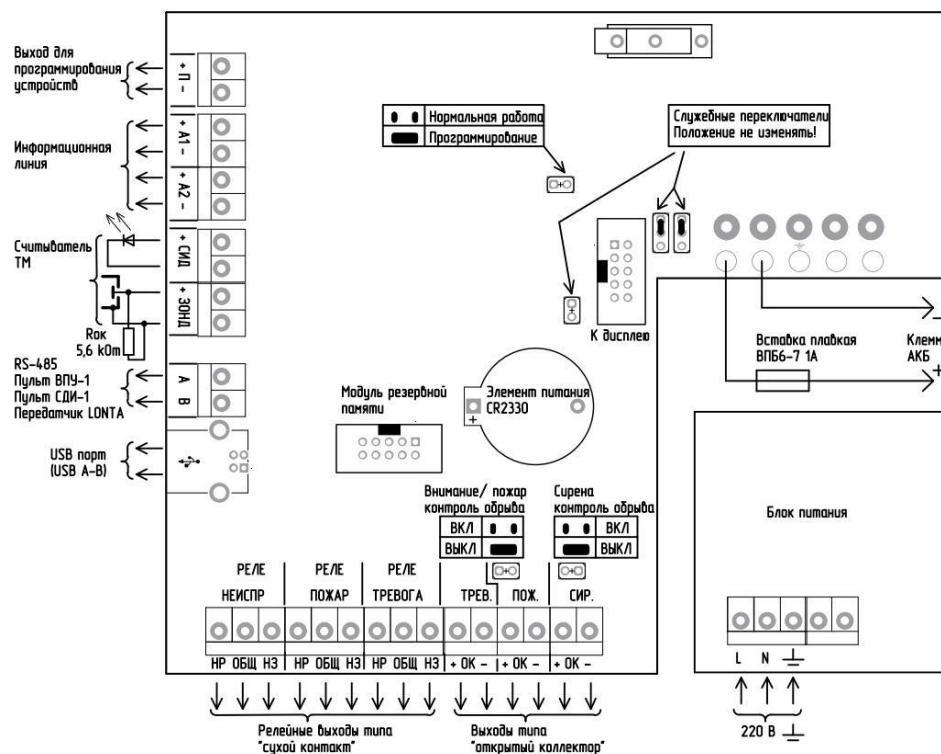

Рис. 3. Расположение клемм подключения на системной плате АПКП.
5.1.3. На блоке питания АПКП (рис.3) расположены клеммы питания $\approx 220\text{В}$ и заземления.
5.1.4. На системной плате (рис.3) расположены клеммы:
5.1.5. На системной плате рис.3 расположен также порт USB для подключения компьютера и разъем для установки дополнительной платы памяти.
5.1.7. На системной плате рис.3 расположены три перемычки (три джампера):